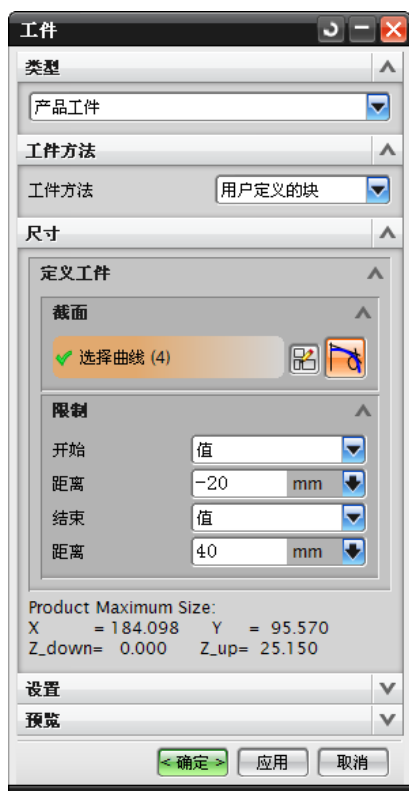
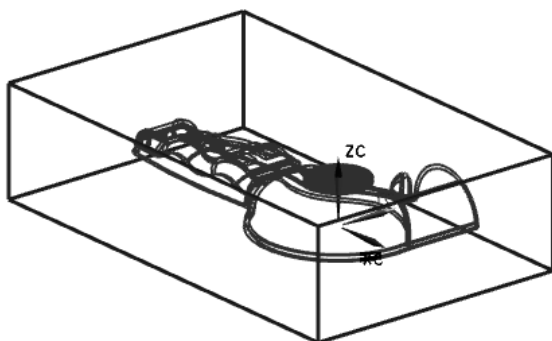

图 10-13 【工件】对话框
图 10-14 创建工作件
(1) 在注塑模设计模块工具栏中单击【工件】图标, 弹出如图 10-13 所示【工件】对话框。
(2) 在图 10-13 所示的【工件】对话框中默认系统的参数, 单击【确定】按钮, 系统创建如图 10-14 所示的工件。